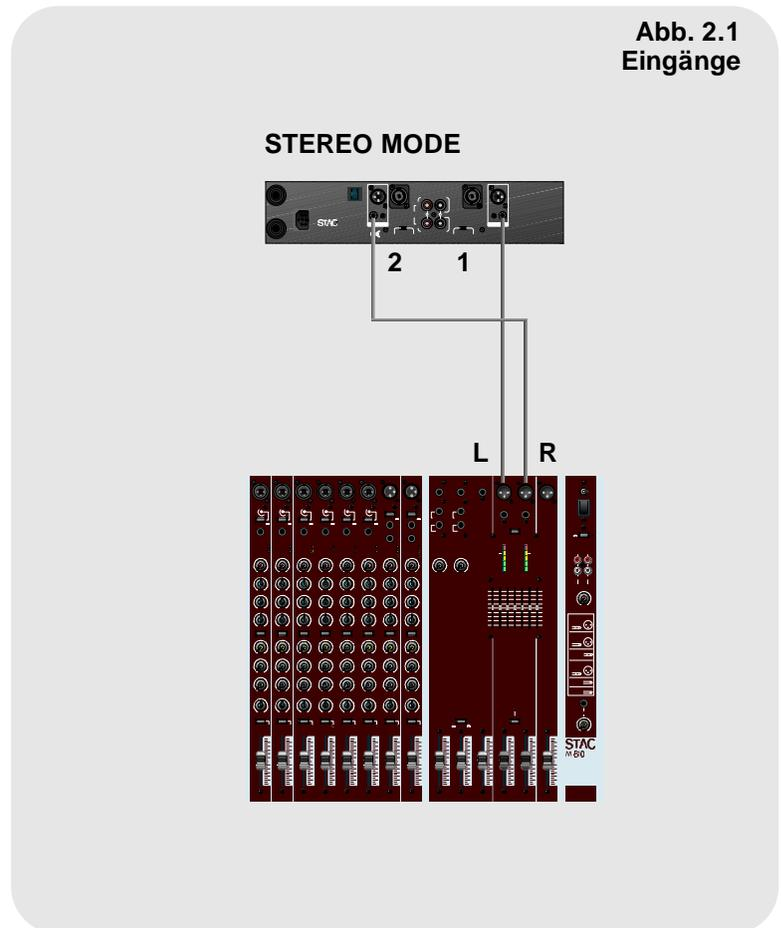

Abb. 2.2
Wenn die Endstufe mono betrieben werden soll und der „Bridge“-Schalter (13) auf Bridge geschaltet wurde (siehe auch 5.4 Bridge-Mode), ist nur der Eingang „INPUT CH 1“ (1) zu verwenden (Abb. 2.2).